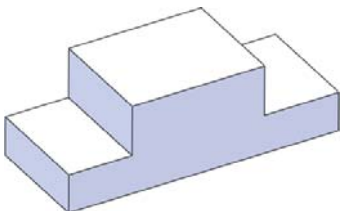

图 5-22 打开倒圆角文件
- 01 打开素材库中的“第 5 章/5-1 倒圆角.sldprt”文件，如图 5-22 所示。